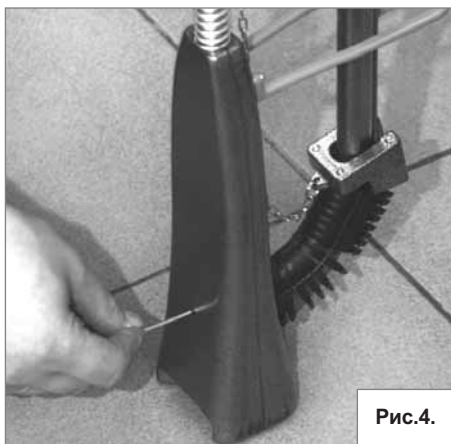

Рис.4.
3. **РЕГУЛИРОВКА** – Регулирующим винтом (8) установить соответствующее пространство в гнезде шпилек (10). Пространство регулируется за счет закручивания или откручивания винта с помощью имбусного ключа 3 мм. Слишком глубокое вкручивание – приведет к порче шпилек острым концом винта, а также к блокировке инструмента (такера). Должным образом отрегулированное пространство в гнезде препятствует произвольному выпадению шпилек, а также гарантирует правильную работу инструмента. Рис. 4.